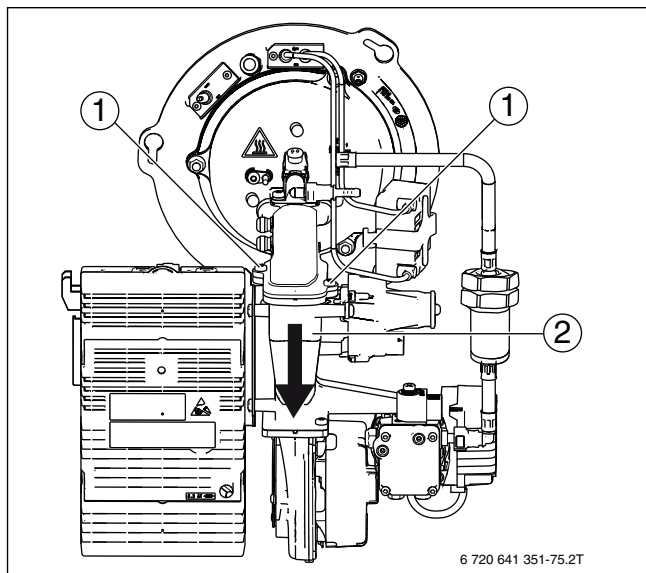

Bild 87 Brennergehäuse-Unterteil demontieren
- ▶ Brennergehäuse-Unterteil (→ Bild 87, [2]) halten.
- ▶ Befestigungsschrauben (→ Bild 87, [1]) entfernen.